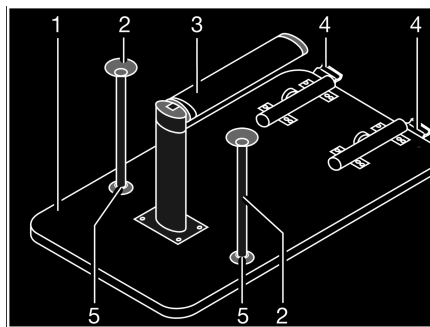

Fig. 71 Sommier de lit
- Soulever légèrement le plateau de table (Fig. 71,1) à l'avant d'env. 45°.
- Rabattre la partie inférieure du pied de table à joint (Fig. 71,3) de 90°. Suivant le modèle, tirer la partie inférieure du pied de table à joint vers le bas ou appuyer sur le bouton de déverrouillage.
- Appuyer sur le bouton de déverrouillage (Fig. 71,4) sur le dispositif de verrouillage.
- Suivant le modèle, enfoncer les deux pieds d'appui supplémentaires (Fig. 71,2) dans les fixations (Fig. 71,5) sur le dessous du plateau de table.